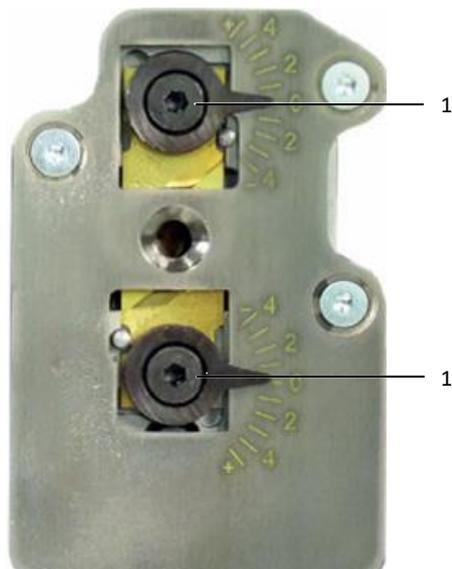

Fig. 15: Unità di spelatura
- Allentare entrambe le viti eccentriche (fig. 15, pos. 1) (vite a brugola 2,5 mm).